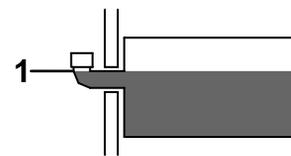

Figura 42
3. Retire el tapón de llenado del depósito hidráulico (Figura 42).
4. Llene lentamente el depósito con fluido hidráulico de alto rendimiento BOSS hasta el fondo del codo de llenado (Figura 42).